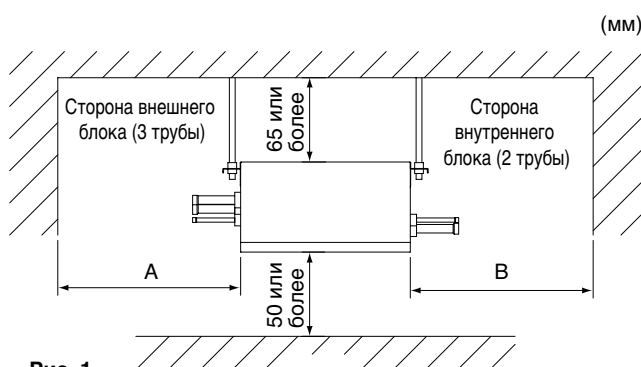

Рис. 1
- С наличием свободного пространства, достаточного для технического и сервисного обслуживания. (**См. рис. 1**)